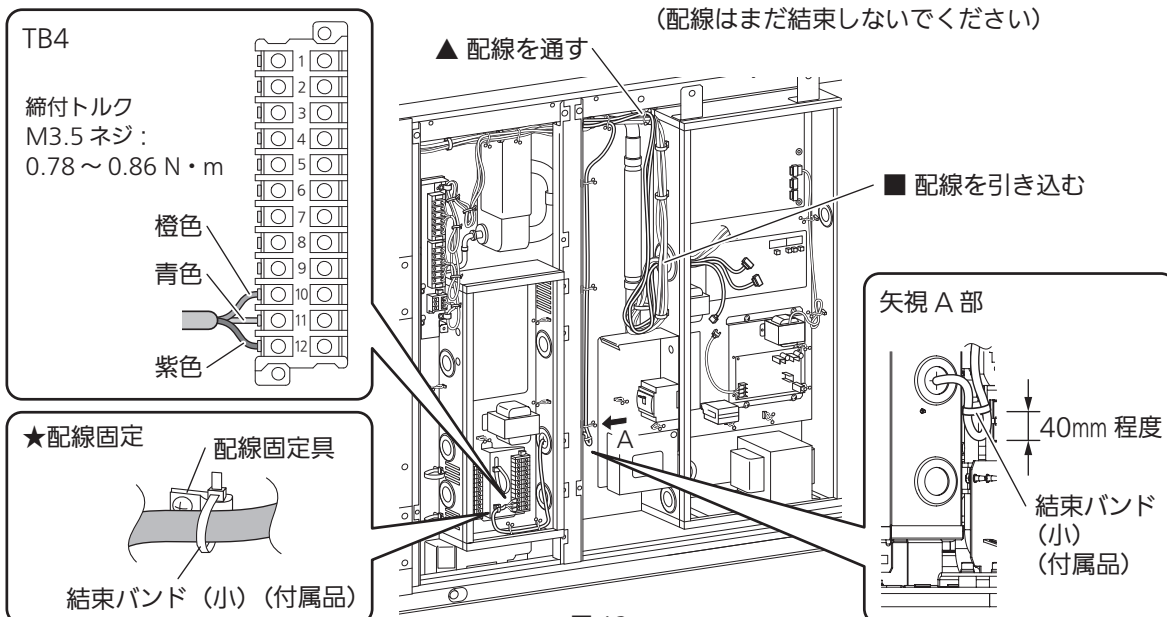

図 12
- ⑧ チラー電装ボックス内の外部入力・通信線 (TB4) 端子板の 10 に橙配線、11 に青配線、12 に紫配線の各丸端子を接続してください。(図 12 TB4)
“リモコン無しで外部の中央監視コントローラーからの設定温度変更を行う場合”は、端子接続後に結束バンド (小: 1 本、付属品) で TB4 左側の配線固定具と共締めしてください。(図 12 ★配線固定)
- ⑨ 結束後、チラー電装ボックスの外側で配線を 40mm 程度折り返すようにし、結束バンド (小: 1 本、付属品) でまとめてください。(図 12 矢視 A 部)
- ⑩ 先端がコネクタの配線 (3 束) を上部フレームの一番右の 8 の字固定具を通して (図 12 ▲部) 固定し、GHP 電装ボックス左側面の配線に添うように配線をたるませて、配線引込口から GHP 電装ボックス内に引き込んでください。(図 12 ■部)